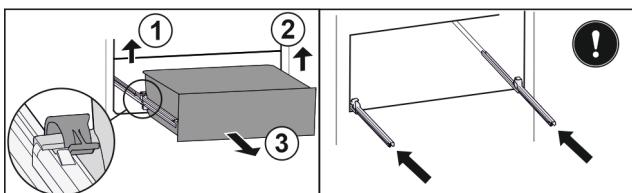

Fig. 46
► Підняти лівий затискач і одночасно висувний ящик ліворуч потягнути вперед. Fig. 46 (1)
► Підняти правий затискач і одночасно висувний ящик праворуч потягнути вперед. Fig. 46 (2)
- Вийняти висувний ящик рухом вперед. Fig. 46 (3)